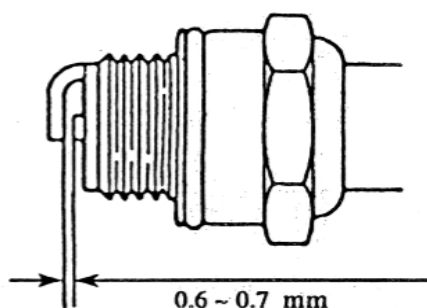

Fig.16
- (1) Após a operação a cada dia, deve-se lavar o filtro de ar, se produtos químicos aderirem no filtro de ar, o motor poder sofrer redução de potência.
- (2) Após lavar o filtro de ar com gasolina, deve ser colocado novamente no motor.
- (3) O afastamento adequado entre eletrodos da vela de ignição é de 0,6 ~ 0.7mm fig16, verifique a folga, que pode estar fora do padrão diminuindo a eficiência do motor.
- (4) O modelo de vela de ignição desta máquina é 4106J. Não use outros modelos. Se for necessário você pode compra-las em lojas autorizadas Vulcan.